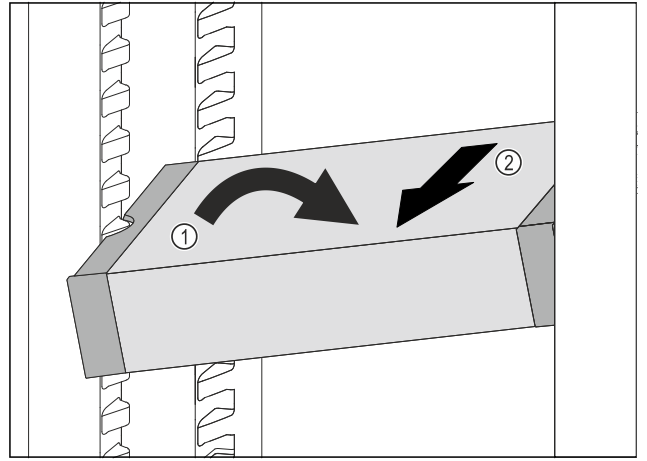

Fig. 133
- VarioSafe çekmecesini soğutma bölümünde eğik duruma getirin. Fig. 133 (1)
- VarioSafe çekmecesini öne doğru çekerek çıkarın. Fig. 133 (2)